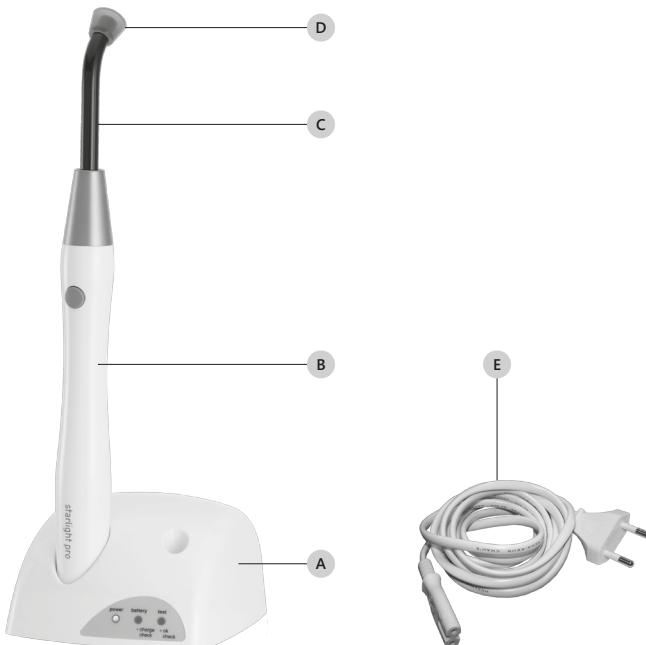
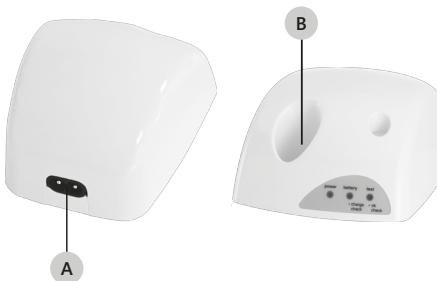

Figure 4 – La Liste des Composants
Figure 5 – Unité de recharge.
⚠ ATTENTION: Recharger la batterie en utilisant exclusivement l'unité de recharge Mectron (Figure 4 à page 8 - Réf. A). Ne pas essayer la recharge avec d'autres chargeurs. DANGER d'explosion ou d'incendie.
Se référer à la Figure 4 à page 8:
⚠ DANGER: Ne jamais mettre en court-circuit les contacts électriques de l'unité de recharge avec des objets métalliques (Figure 5 à page 10 - Réf. B) et ne pas toucher avec les mains lorsque l'appareil est branché.
2. Insérer le câble d'alimentation du courant électrique (Figure 4 à page 8 - Réf. F) dans la connexion qui se trouve sur la partie arrière de l'appareil (Figure 5 à page 10 - Réf. A) et ensuite dans la prise au mur. LED vert power allumé (Tableau 1 à page 11 - Réf. A).
1. Insérer la pièce à main dans son siège sur l'unité de recharge (Figure 5 à page 10 - Réf. B). Le LED vert battery s'allume (Tableau 1 à page 11 - Réf. B).
**ATTENTION:** Recharger la batterie en utilisant exclusivement l'unité de recharge Mectron (Figure 4 à page 8 - Réf. A). Ne pas essayer la recharge avec d'autres chargeurs. DANGER d'explosion ou d'incendie.